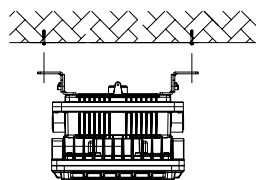

Fig. 6
3. The holes on the bracket should be aligned with the expansion screws, then push the fixture to one side (Figure 6).
3. Les trous du support doivent être alignés avec les vis d'expansion, puis poussez le luminaire sur le côté (figure 6).